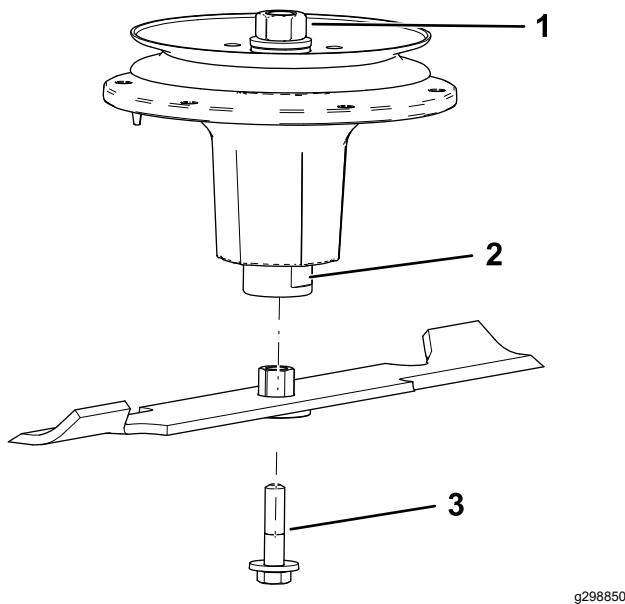

Figure 86
- Installez l'ensemble douille/lame sur l'axe de pivot (Figure 86).